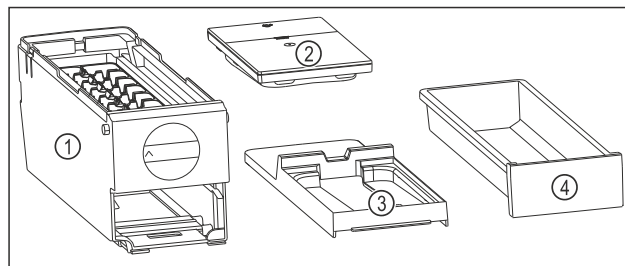

Fig. 84 Составные части EasyTwist-Ice
- EasyTwist-Ice разобран на четыре части. (см. Fig. 84)
- Разбирайте EasyTwist-Ice только на составные части, представленные на рисунке. (см. Fig. 84)
- Очищайте корпус EasyTwist-Ice Fig. 84 (1) как цельное устройство.